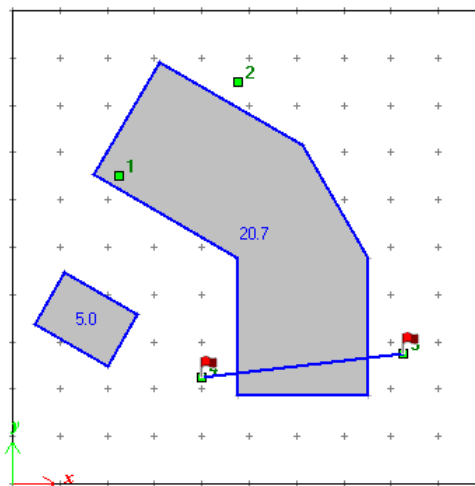

Рис.11.5.3. Произвольный разрез
- На схеме щелчком мыши укажите скважину №3 (16, 9), а затем скважину №4 (33, 11) (рис. 11.5.3).